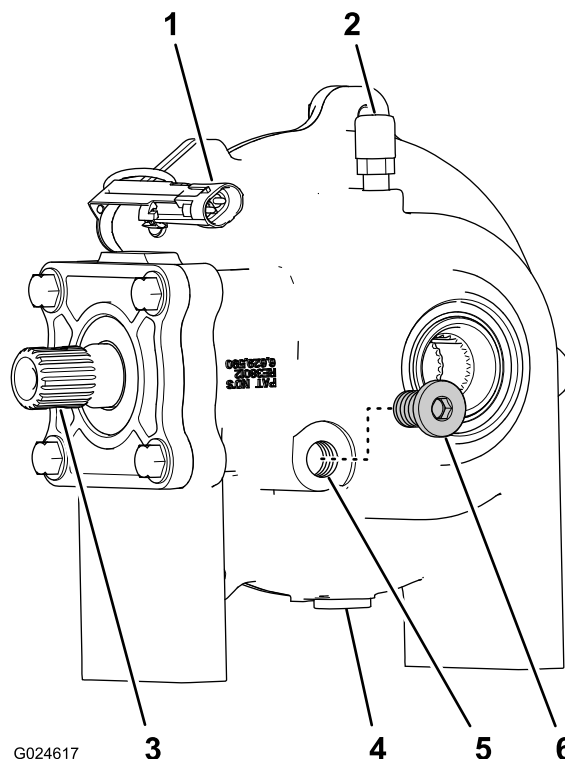
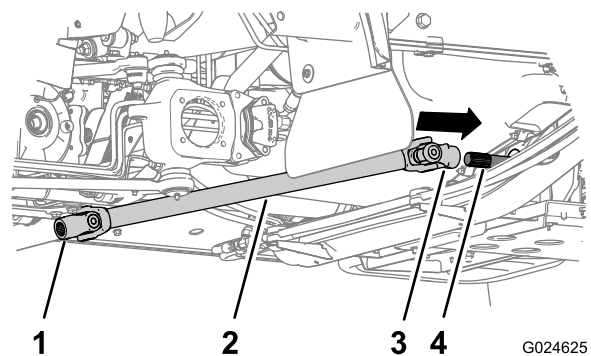

Figura 25
Figura 28
1. Coloque o diferencial dianteiro numa superfície plana e nivelada (Figura 25).
2. Retire o tampão da abertura para tampão com visor, na caixa do diferencial (Figura 25).
Nota: O óleo no diferencial deve encontrar-se ao nível da parte inferior das estrias na entrada para tampão (Figura 25).
- Se o nível de óleo estiver baixo, adicione lentamente o óleo especificado através da entrada para tampão (Figura 25).
- Se o nível de óleo estiver alto, permita que o óleo em excesso drene através da entrada para tampão (Figura 25).
3. Instale o tampão com visor na entrada correspondente do diferencial (Figura 25).
1. Limpe as estrias no veio de saída para a frente da transmissão e no veio de entrada do diferencial (Figura 25 e Figura 28).
2. Escove uma camada de composto anti-gripagem nas estrias do veio de entrada do diferencial (Figura 28).
3. Alinhe as estrias da forquilha deslizante do veio de transmissão com as estrias no veio de saída para a frente da transmissão (Figura 28).
4. Deslize a forquilha para o veio de saída e mova a forquilha para trás (Figura 28).